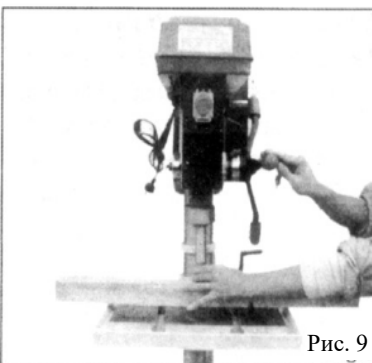

Рис. 9
7.1. Вставьте ось в шпиндель. Потяните рукоять подачи вниз, чтобы зажать ось вовнутрь. Рис. 9.